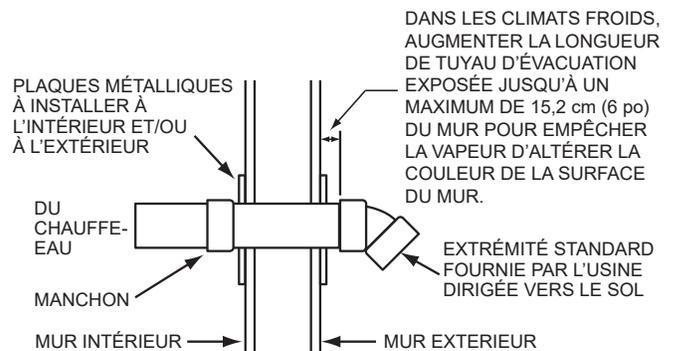

Figure 29. Installation des extrémités murales
8. Couper une ou plusieurs longueurs de tuyau à installer de 8,9 cm (3,5 po) à 24,1 cm (9,5 po) plus longues que l'épaisseur du mur au niveau de l'ouverture. Voir **Figure 29** (page 37).
11. En travaillant de l'extérieur, enfiler le tuyau et la ou les bouches assemblées aux étapes précédentes à travers le mur. S'assurer de diriger la ou les bouches vers le sol. Voir **Figure 29**.
15. Poser un accouplement à l'extrémité du ou des tuyaux à l'intérieur du bâtiment. Avant que le mastic silicone n'ait eu le temps de prendre complètement, sortir du bâtiment et s'assurer que la ou les bouches d'évacuation sont toujours dirigées vers le sol. Voir **Figure 29**.